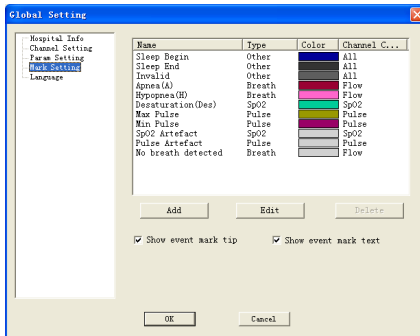

Figure 5.28
- 4) Des repères peuvent être ajoutés, modifiés et supprimés dans la page « Mark Setting » (Réglage des repères), comme le montre la Figure 5.28.